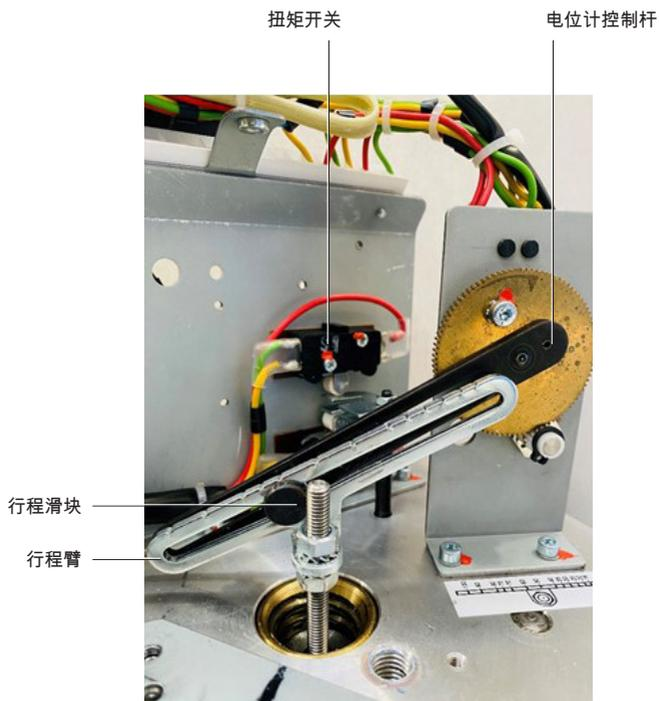

图30. 8 kN+ AEL7行程臂布置
8 kN+ AEL7系列执行器的物理行程可以精确调整，以满足阀门行程要求，例如当执行器推力可能损坏阀门时。这由行程相关开关S3控制。增加或减少行程将影响电位计的分辨率。确保电位计分辨率由行程臂和行程滑块控制图30)。
- 行程臂和电位计控制杆应平行图30）